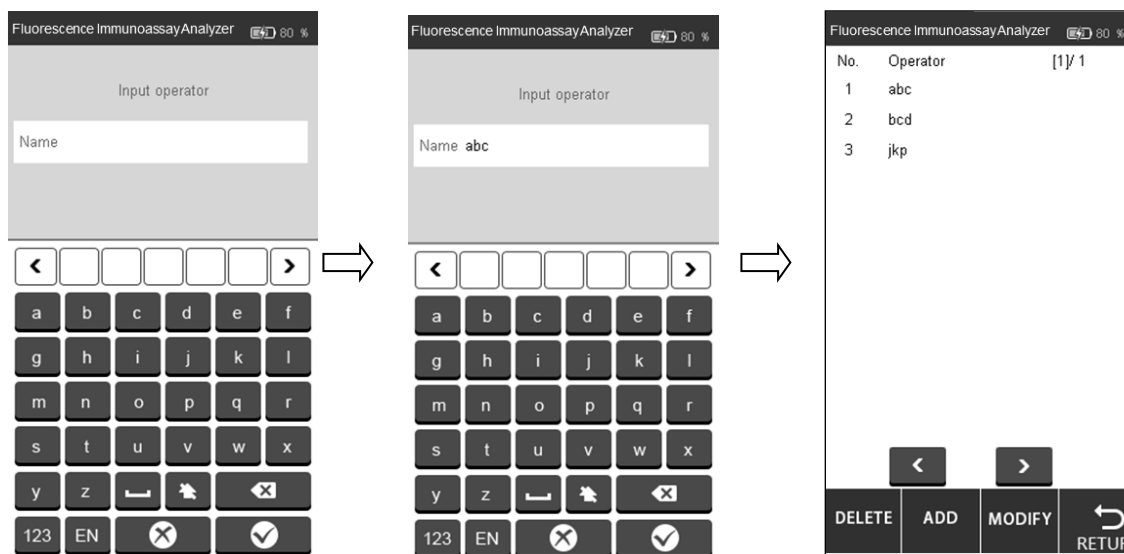
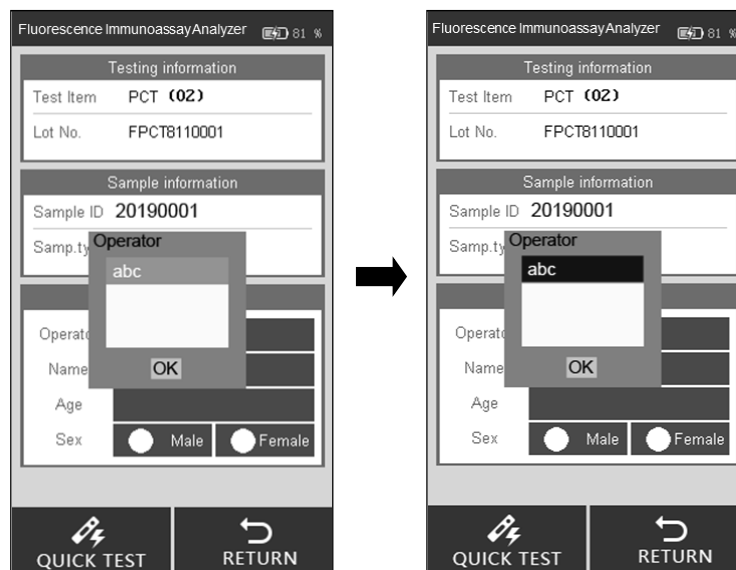

Fig. 18
Fig. 31
Clique em **“ADD”**, digite o nome do operador, clique  para completar a adição. (Ref. Fig. 18)
Clique no operador que precisa ser excluído ou modificado e a cor mudará para azul. Clique em **“EXCLUIR”** o operador selecionado será excluído, clique em **“MODIFICAR”** para entrar na interface conforme Fig 18.
Passo 5: Preencha as informações do paciente, como operador, nome do paciente, idade e sexo. Toque na área ao lado do operador, a interface aparecerá como Fig 31. Selecione o Operador. A Alimentação das Informações do Operador é explicada com a Fig 18 na seção 5.1.1.